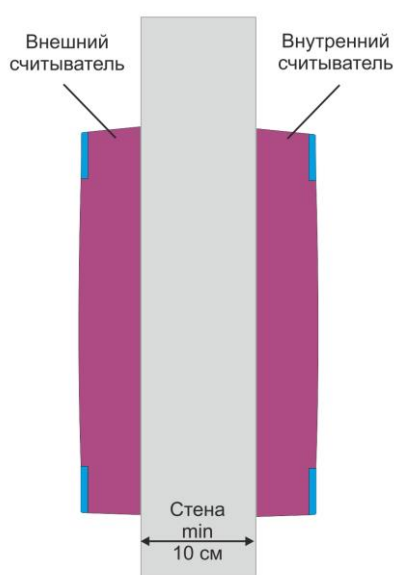

Рисунок 4. Крепление считывателей на одном уровне
- При установке считывателей на одном горизонтальном и вертикальном уровне (рис. 4) толщина стены должна быть не менее 10 сантиметров.